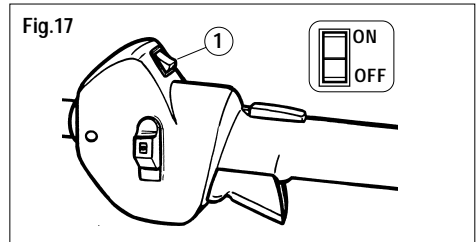

Fig.17
- 1) Pour arrêter le moteur, mettre l'interrupteur (fig. 17 repère 1) sur « OFF ».